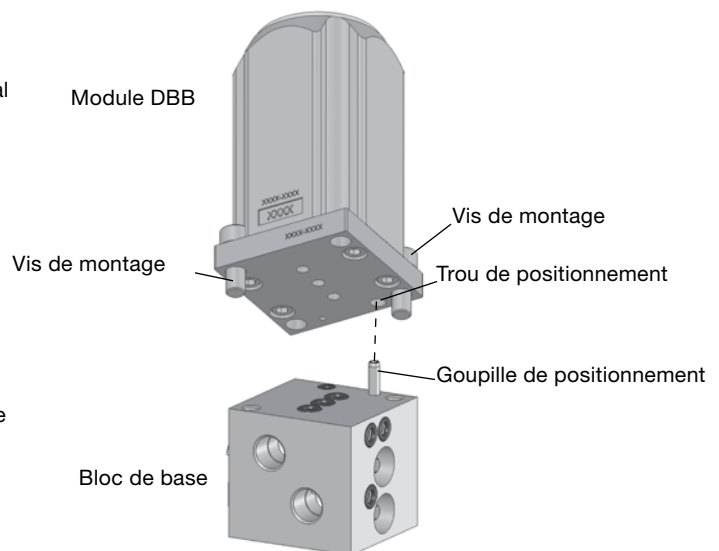

Fig. 4
- Installez un **module DBB** sur chaque **bloc de base**, en introduisant la **goupille de positionnement** dans le trou de positionnement situé sur le module DBB. En utilisant deux **vis de montage** (#10-32 x 1/2 po avec tête hexagonale standard de 5/32 po), fixez le module DBB sur le bloc de base en serrant à un couple compris entre 2,8 et 4,0 N·m (25 et 35 po·lb). Voir la figure 4.